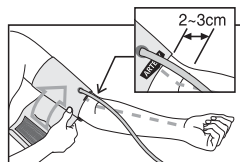

Рис. 8
3. Оберните манжету вокруг руки так, чтобы нижняя кромка манжеты находилась на расстоянии 2-3 см от локтевого сгиба. Метка с надписью «ARTERY» должна находиться над артерией руки (рис. 8).